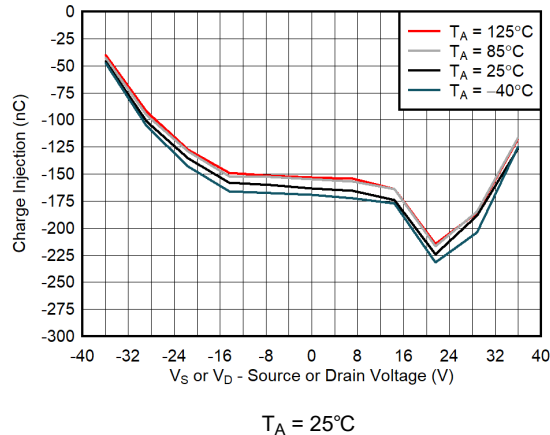

図 9-3. 電荷注入とドレイン電圧との関係
MUX80x-Q1 は、オンおよびオフ時のリーク電流が小さく、チャージ インジェクションを非常に低く抑えた特性を備えているため、高精度な車載システムの実装に最適です。MUX80x-Q1 には、ドレイン側 (D) でのチャージ インジェクションを低減するための専用アーキテクチャが搭載されています。図 9-3 に、MUX80x-Q1 のチャージ インジェクションとソース電圧の関係を示します。